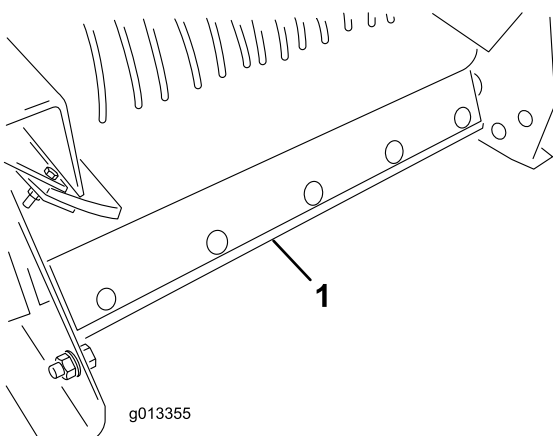

Bild 56
5. Entfernen Sie den Abstreifer zur Förderbandreinigung am Heck der Maschine (Bild 56).